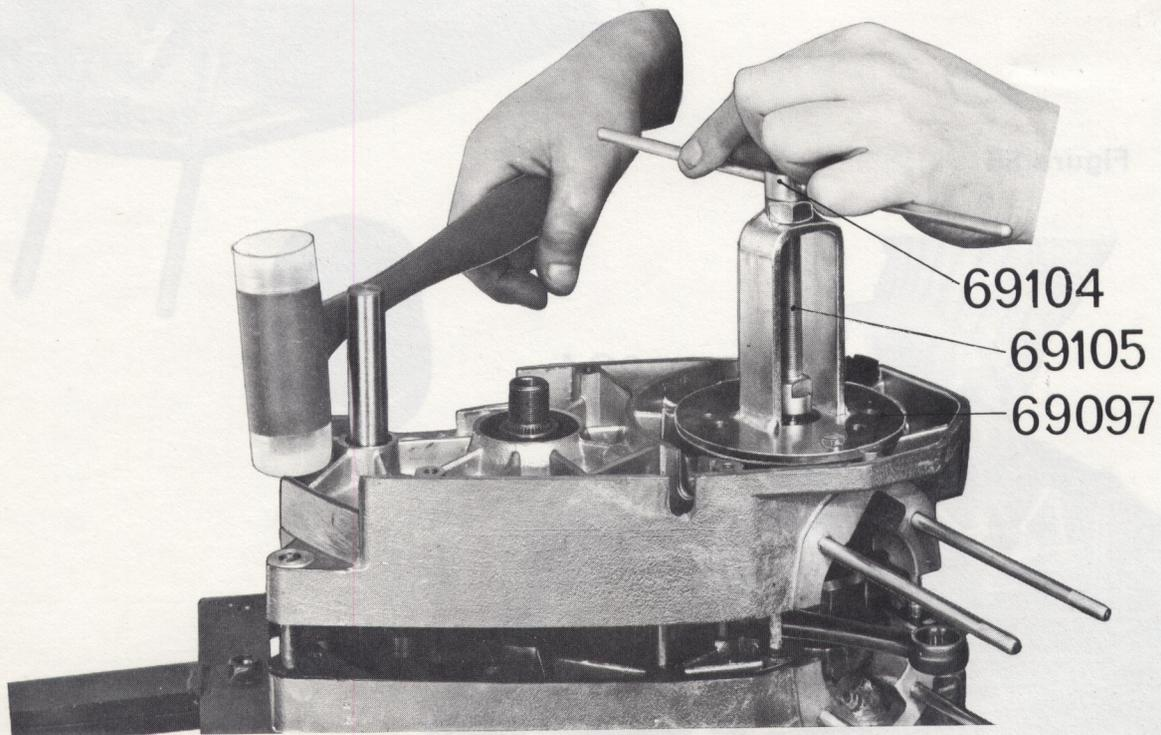

Figure 52
- Visser en bout de vilebrequin la tige n° 69105 (\varnothing 10 pas 100), puis introduire l'outil n° 69097 en le centrant parfaitement dans le logement du stator (figure 52).
- Visser l'écrou n° 69104 sur la tige n° 69105. Frapper quelques coups de maillet à l'arrière du carter, pour le descendre bien parallèlement (figure 52).